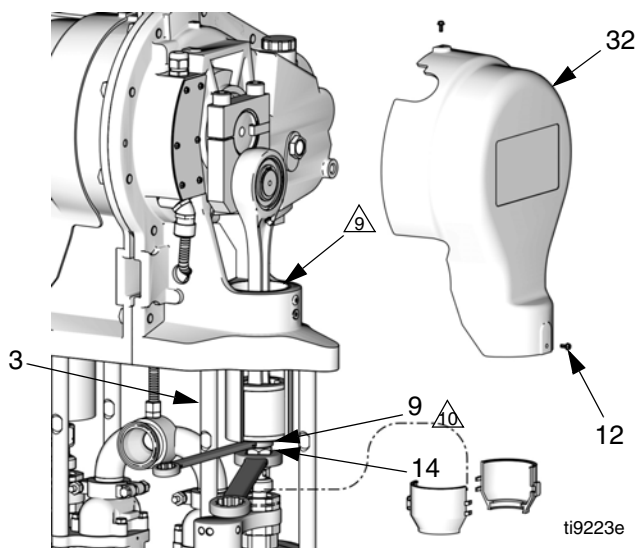

FIG. 14. Ta bort kopplingsmutter
1. Jogga motorn för att föra pumpen på sidan som repareras till det nedre vändläget. Detta ger tillgång till kopplingsmuttern (14).
4. Ta bort två skruvar (12) och kåpan. FIG. 14 visar kåpan (32) på den motsatta sidan av motorn; motorsidans kåpa är (21).